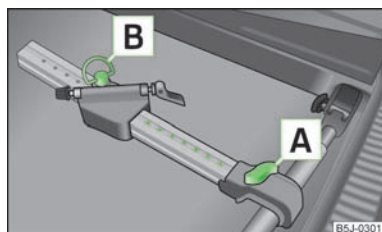

Fig. 52
- Extraer el tornillo **A** » fig. 52 un poco y deslizar el larguero (pieza de aluminio) hacia el travesaño hasta que el soporte encastra.
- Aflojar el tornillo **A** » fig. 52 y deslizar el portabicicletas junto con la bicicleta sujeta hacia la izquierda de modo de que el manillar no toque la ventanilla lateral del maletero.